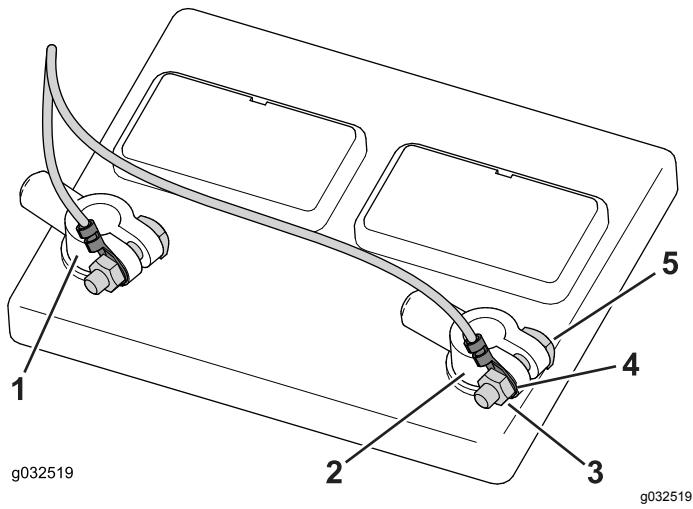

Bild 5
1. Verlegen Sie die roten und schwarzen Kabel (3,57 mm) entlang des Überrollschrutrohrs an der linken Seite des Rahmens und zur Batterie (Bild 5).
2. Lösen und entfernen Sie die Minuspolklemme und dann die Pluspolklemme von der Batterie (Bild 5).
3. Nehmen Sie die Muttern von den Polschrauben ab (**Bild 5**).
4. Befestigen Sie den Pluspolanschluss (rotes Kabel) über der Pluspolschraube und setzen die Mutter lose auf (**Bild 5**).
5. Befestigen Sie den Minuspolanschluss (schwarzes Kabel) über der Minuspolschraube und setzen die Mutter lose auf (**Bild 5**).
6. Befestigen Sie die Pluspolklemme am Pluspol der Batterie und die Minuspolklemme am Minuspol der Batterie (**Bild 5**).